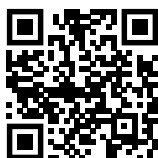

Fig. 113
- ▶ Avage Liebherr SmartMonitoring Dashboard. (vt. Fig. 113) Külmikul ja sügavkülmikul: